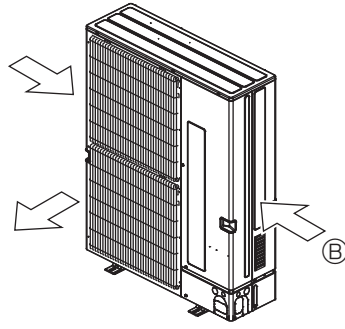

Fig. 2-17
- ② Cihazın konumunu, mümkünse, hava çıkışından gelen havanın, mevsimsel rüzgarlarının yönüne dik gelmesini sağlayacak şekilde seçin. (Fig. 2-17)